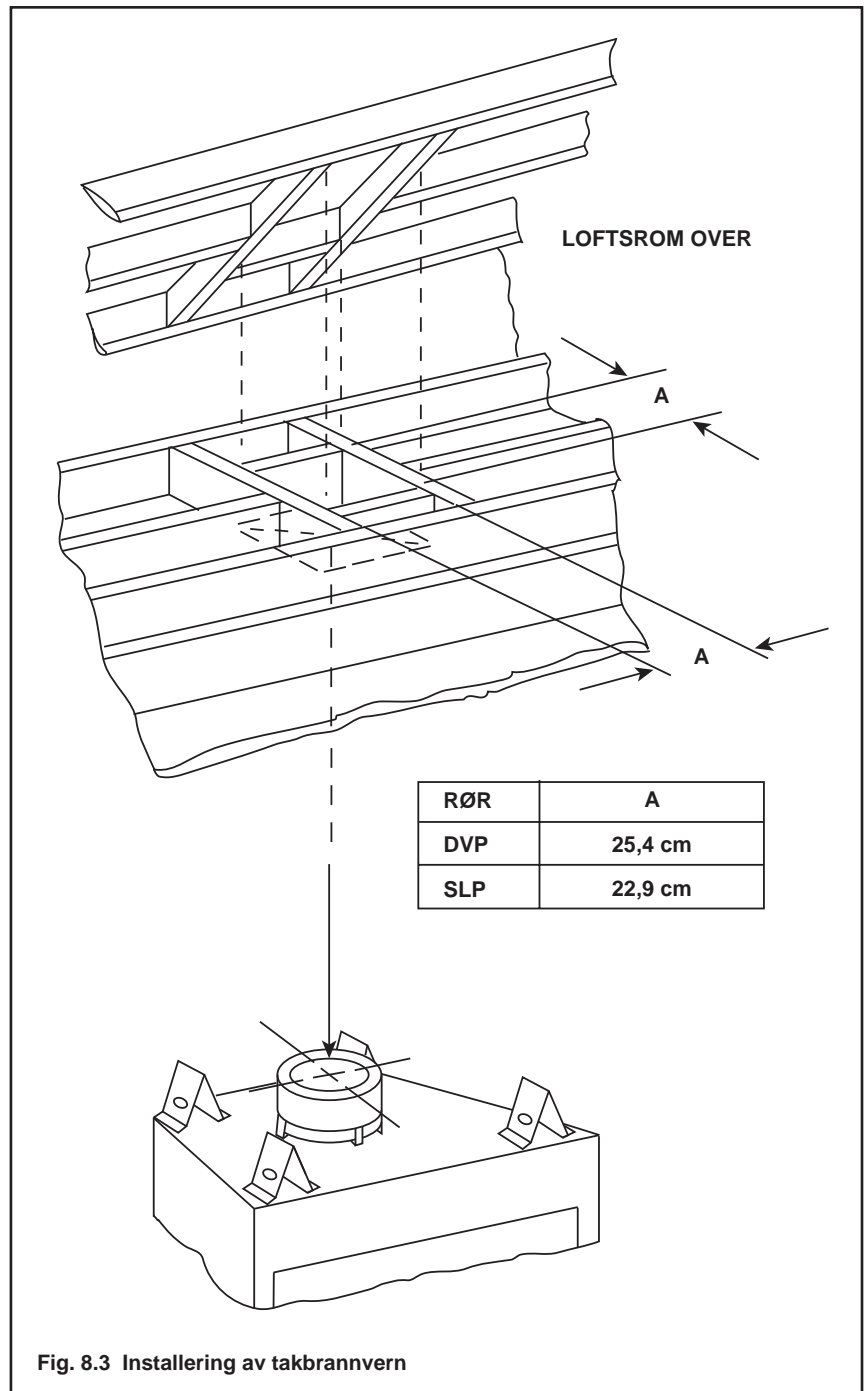

Fig. 8.3 Installering av takbrannvern
- Kun DVP-rør - Rammeåpning 25,4 cm x 25,4 cm hvorenn ventilen gjennomtrenger tak/gulv (se Fig. 8.3).
- Kun SLP-rør - Rammeåpning 22,9 cm x 22,9 cm hvorenn ventilen gjennomtrenger tak/gulv (se Fig. 8.3).